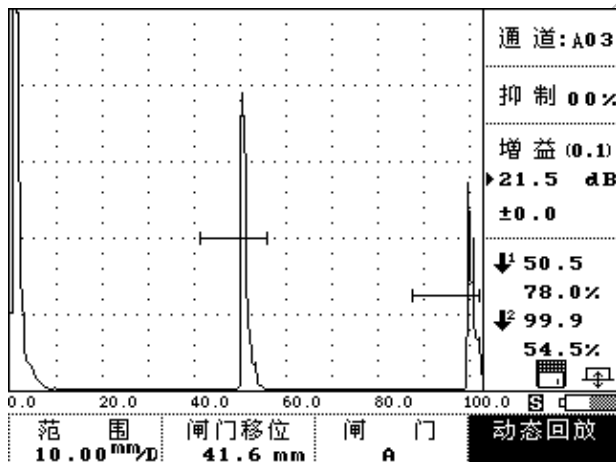

图 3-5-2
- ① 按 **闸门** 键或转动旋钮到 **扫查** 栏单击旋钮进入检测状态后，再按与动态回放栏相对应的  键或转动旋钮到 **动态回放** 栏单击旋钮，仪器滚出提示输入信息；如图 3-5-2 所示